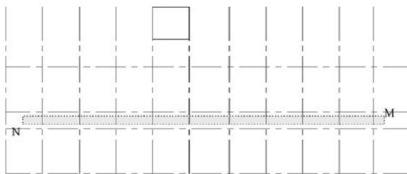
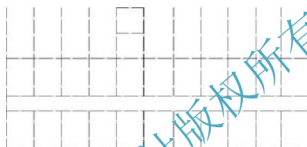

图 2.31 用交叉选的方法选择被剪切的对象
图 2.32 修剪走道内的轴线
② 在**选择要修剪的对象**,或按住 **Shift** 键选择要延伸的对象,或 **[栏选(F)/窗交(C)/投影(P)/边(E)/删除(R)/放弃(U)]**:提示下,执行交叉选(从 M 点向 N 点拉窗口)如图 2.31 所示,将图形修剪成图 2.32 所示的状态。